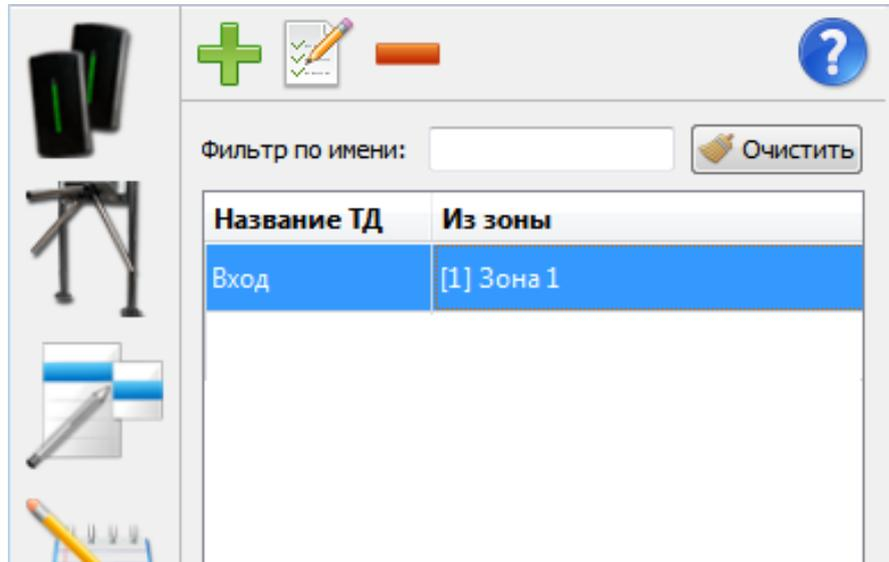

Рис. 56
- Нажмите кнопку «Сохранить». Окно «Свойства точки доступа» будет закрыто, в списке точек доступа появится добавленная точка доступа «Вход» (Рис. 56).